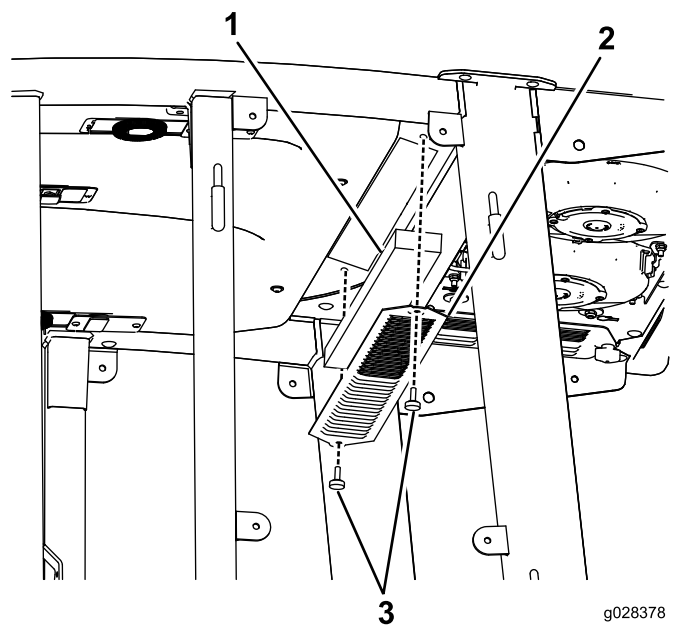

図 138
3. キャブの屋根を止めているボルト22本を外して屋根を外す 図 138。
4. エアフィルタを取り外す 図 138。
5. エアコンのコイルを外して清掃する 図 138。